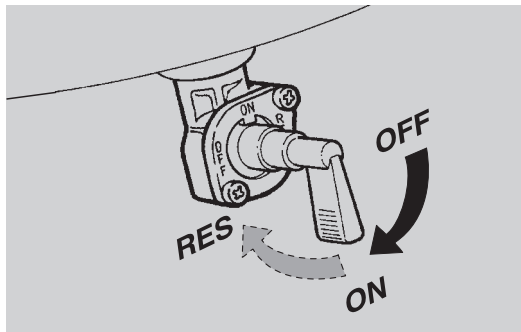

Fig. 38
- mettre sur "OFF" le robinet du carburant (Fig. 38);